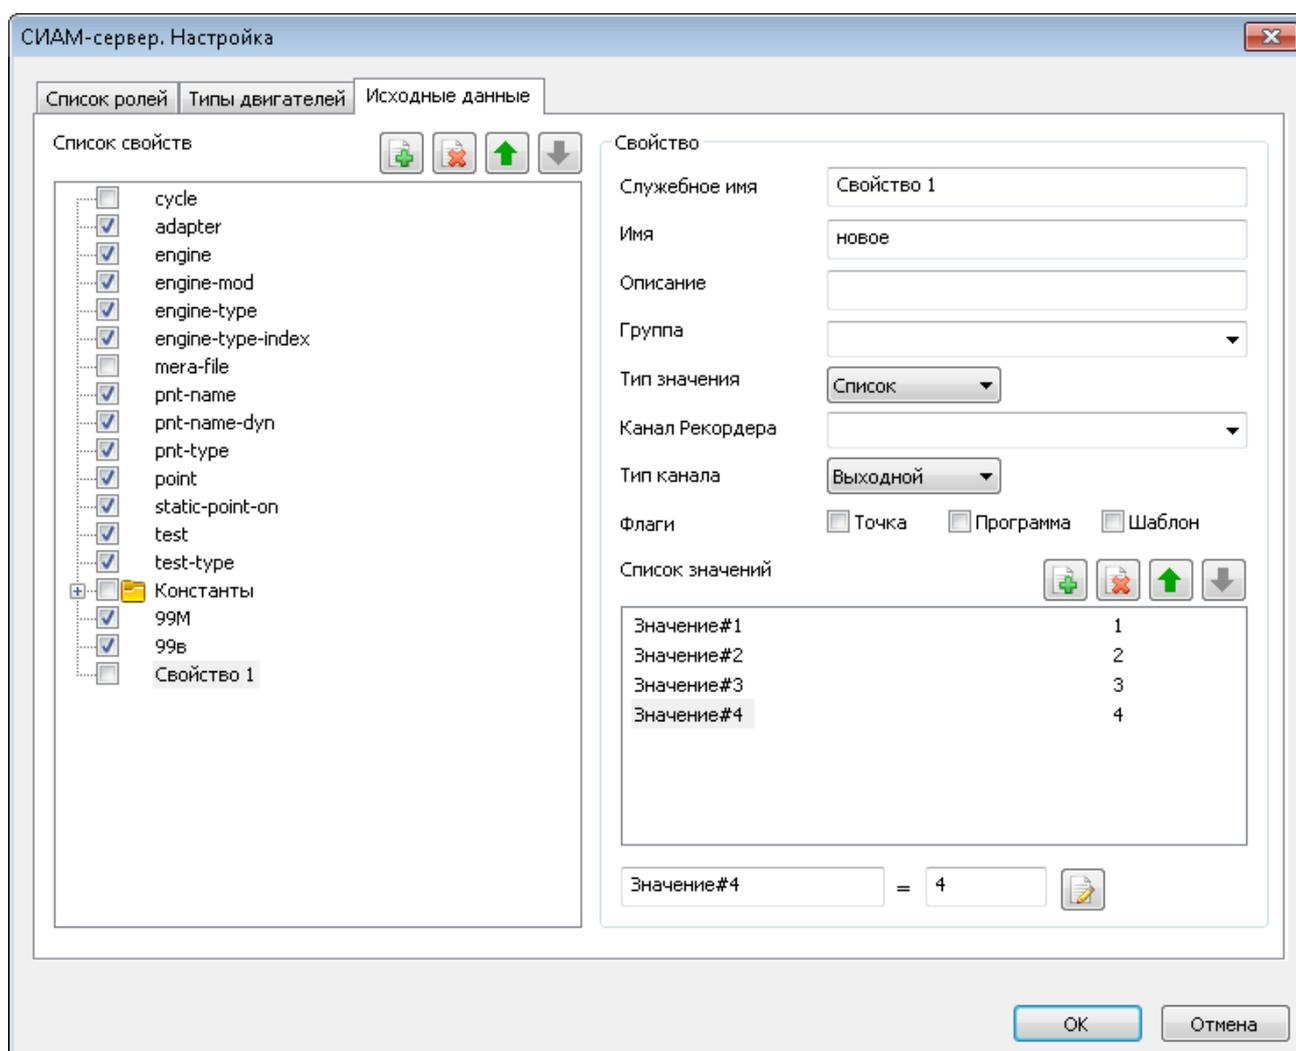

Рисунок 4.1 – Вкладка “Исходные данные” подпрограммы СИАМ-Сервер
4.1.2 Список свойств процесса испытаний создаётся в подпрограмме СИАМ-Сервер – рисунок 4.1.